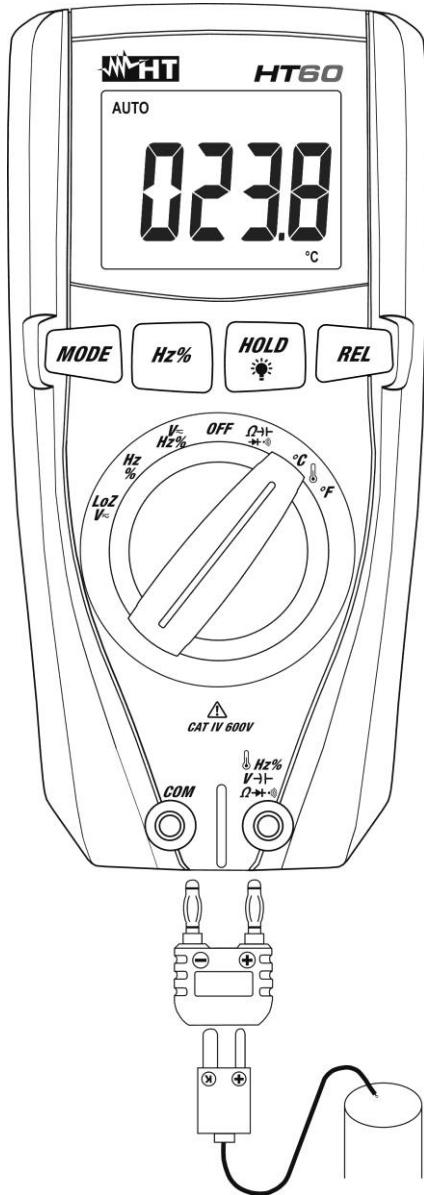

Fig. 9: Mesure de Température
2. Insérer l'adaptateur fourni dans les bornes d'entrée (polarité +) et **COM** (polarité -) (voir Fig. 9)